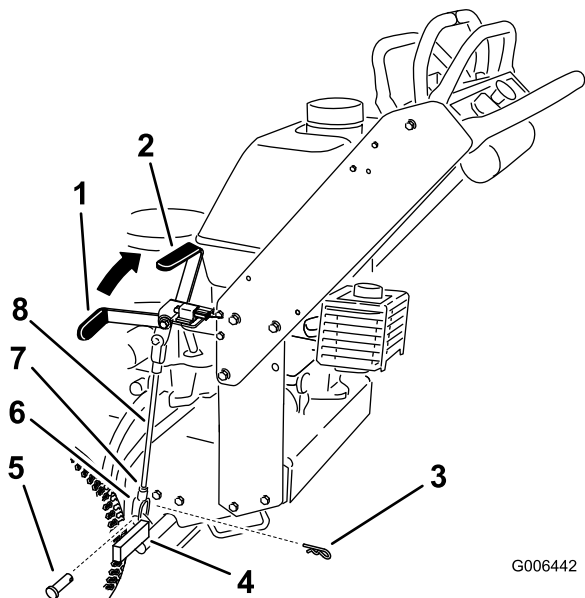

Figure 37
Remarque: Quand le frein est serré, la poignée doit être à la position 1 heure (Figure 37).
5. Desserrez les écrous de blocage supérieur et inférieur (Figure 37).
6. Pour régler le frein, retirez la goupille fendue et l'axe de chape du levier de frein inférieur (Figure 37).
7. Tournez la tige de frein dans les chapes. Pour serrez le frein, allongez la tige entre les chapes. Pour desserrer le frein, raccourcissez la tige entre les chapes (Figure 37).
- Fixez la chape au levier de frein inférieur avec la goupille fendue et l'axe de chape (Figure 37).
- Serrez les écrous de blocage supérieur et inférieur (Figure 37).